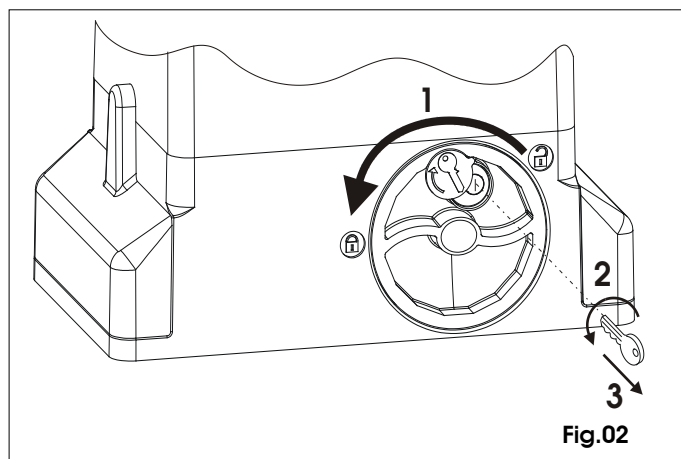

Fig.02
- 1) Ruotare il sistema di sblocco in senso antiorario sino al suo arresto, Fig.02 rif.1.
- 2) Ruotare la chiave in senso antiorario ed estrarla dalla serratura, Fig.02 rif.2 e 3.